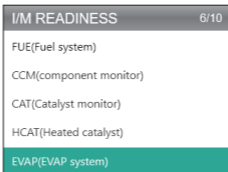

Figure 9.1.5
5. Sélectionnez PRÉPARATION I/M (Figure 9.1.5) et appuyez sur [OK] pour afficher la signification complète des phrases abrégées décrivant les moniteurs et les composants.